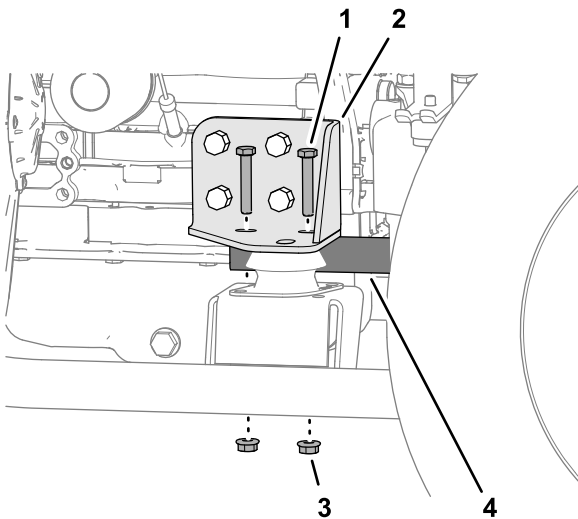

**Figura 90**
5. Dal lato del radiatore, sganciate la molla dell'ammortizzatore della frizione dalla staffa a molla (Figura 90).
4. Agganciate la molla dell'ammortizzatore della frizione tra il bullone interno della piastra della frizione e la staffa a molla; fate riferimento alla Figura 90 in Rimozione delle cinghie della PDF (pagina 70).